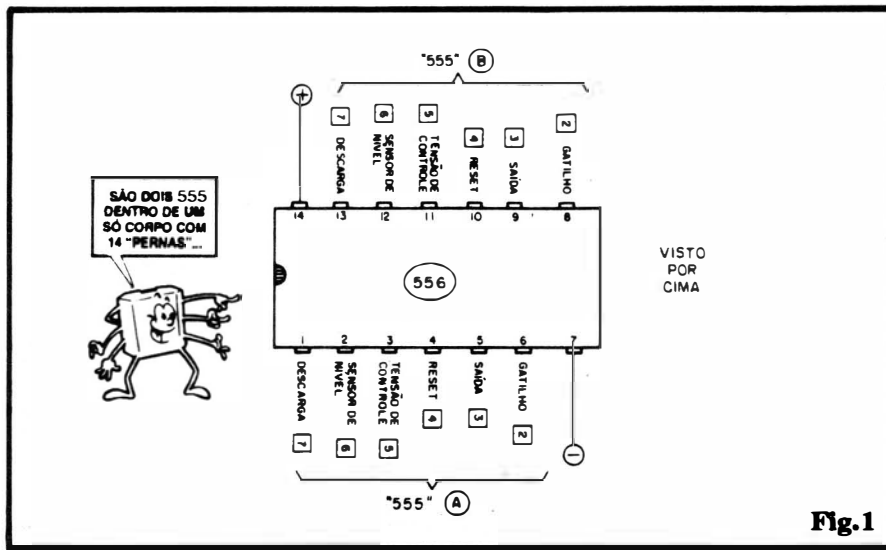

Fig. 1
- FIG. 1 - O 556 E SUA PINAGEM... - Num encapsulamento DIL de 14 pinos (7 de cada lado...), a numeração identificatória das "pernas" de um 556 deve ser feita pelo método já explicado: os pinos são numerados (de 1 a 14), em sentido anti-horário (contrário ao movimento dos ponteiros num relógio analógico convencional), a partir da extremidade marcada com um pequeno chanfro, ponto, ressalto, etc., sempre com a unidade olhada **por cima**... Observando o diagrama com bastante atenção, o Leitor/"Aluno" logo perceberá que "cada lado" do 556 (cada linha de pinos...) corresponde às conexões de um dos "555" internos, com todas as funções normalmente encontradas no temporizador "solitário"... É importante notar, contudo, um simples "probleminha aritmético": cada 555 "normal" tem 8 pinos, portanto, um duplo "555" **deveria** mostrar 16 "pernas"... Acontece que, como a alimentação geral pode - obviamente - ser "compartilhada", não são necessários pinos individuais para a linha do **positivo** e do **negativo** da